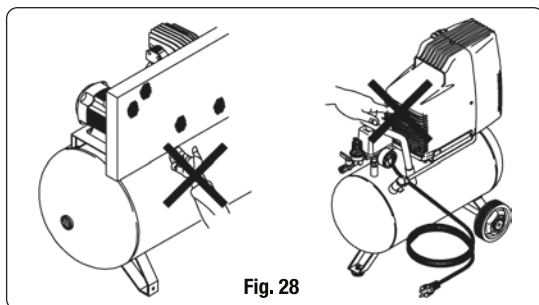

Fig. 28
- Não introduza objetos ou as mãos através da grade de proteção. Isto pode causar lesões corporais ou danos ao compressor (Fig. 28).